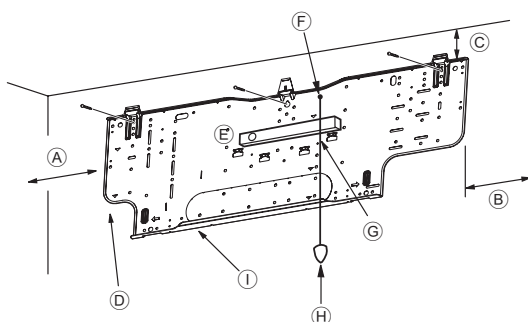

Fig. 3-4
■ PKFY-P-NHMu-E2 (Fig. 3-4)
- (A) Min. 90 mm, 3-35/64 inch (617,6 mm, 24-5/16 inch minimum avec installation d'une pompe de vidange en option)
- (B) Min. 200 mm, 7-7/8 inch
- (C) Min. 72 mm, 2-53/64 inch (142,5 mm, 5-39/64 inch minimum avec tuyauterie gauche, arrière gauche ou gauche inférieure et installation d'une pompe de vidange en option)
- (D) Vis de fixation (4 × 35 mm, 1-3/8 inch) ②
- (E) Niveau
- (F) Serrer le filetage sur l'orifice.
- (G) Placer le niveau contre la ligne de référence horizontale de la planche d'installation et monter à niveau. Maintenir le filetage et aligner avec ▽ EPK de la planche d'installation pour mettre à niveau.
- (H) Poids
- (I) Planche d'installation ①